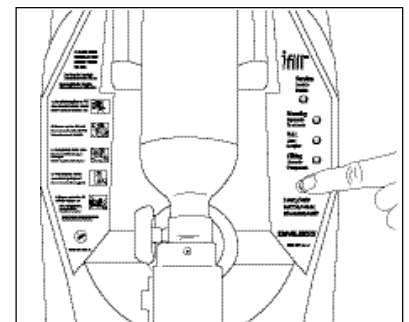

Figure 3
3. Appuyez sur l'interrupteur marche/arrêt du panneau de commande (Figure 3).